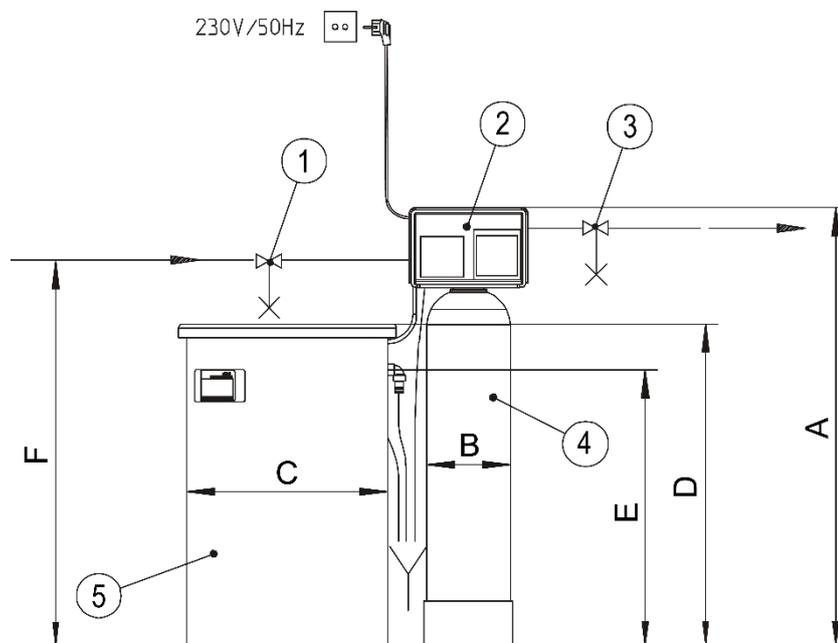

Abb. D-1 (a): Aufstellungszeichnung Enthärtungsanlage GENO-mat ZFW
1. Wasseranschluss entsprechend Aufstellungszeichnung (Abb. D-1 (a) und (b)) herstellen. Dabei die Vorgaben und Empfehlungen in Abschnitt 1 beachten.
Maße in Abb. D -1 (a); Auszug aus Tabelle D-1